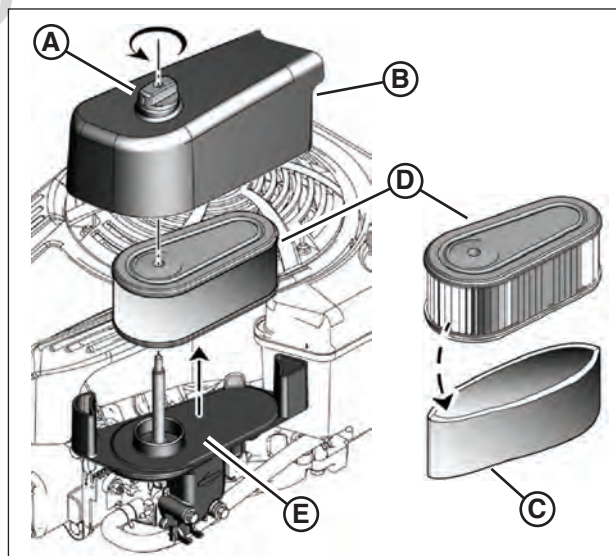

Figure 14: Filtre à air et dépoussiéreur
1. Retirez l'attache (**A, Figure 14**) et la protection du filtre à air (**B**).